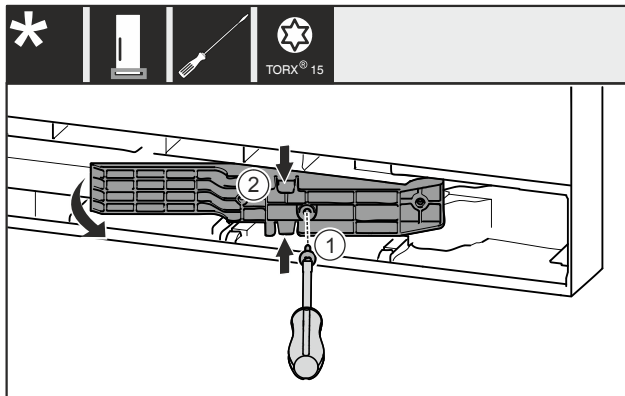

Fig. 12 *
- Retirer la vis Fig. 12 (1).*
- Compresser légèrement l'adaptateur Fig. 12 (2) par le haut et le bas et le retirer.*